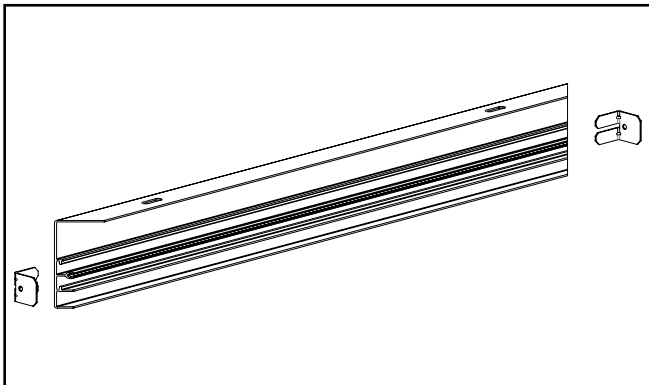

Figure 1.
1. Glissez les deux (2) supports en L dans les rainures du cadre. (Figure 1.)